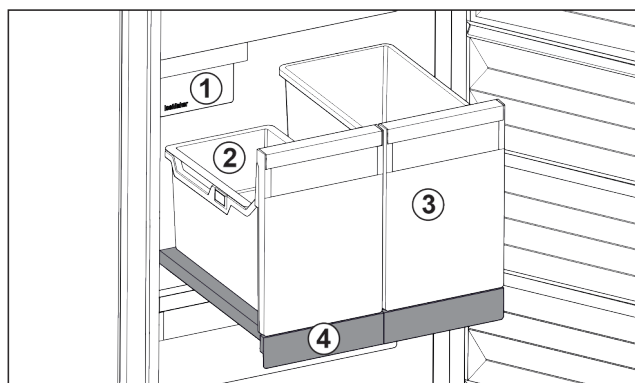

Fig. 98 Raft extractibil cu IceTower
Pe raftul extractibil se află două recipiente înalte (IceTower). În recipientul din Fig. 98 (2) sunt colectate și depozitate cuburile de gheață din IceMaker. Recipientul din Fig. 98 (3) se pretează pentru depozitarea de alimente înalte cum este pizza sau băuturile alcoolice.